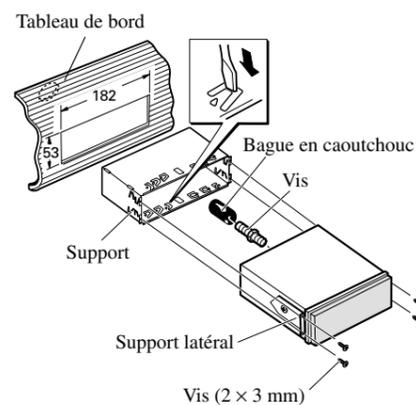

Fig. 13
2. **Installez l'appareil dans le tableau de bord. (Fig. 13)**